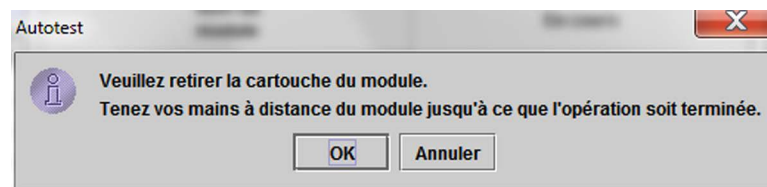

Figure 9-35. Boîte de dialogue Autotest
5. Cliquez sur **Autotest**. La boîte de dialogue Autotest s'affiche. Voir Figure 9-35.